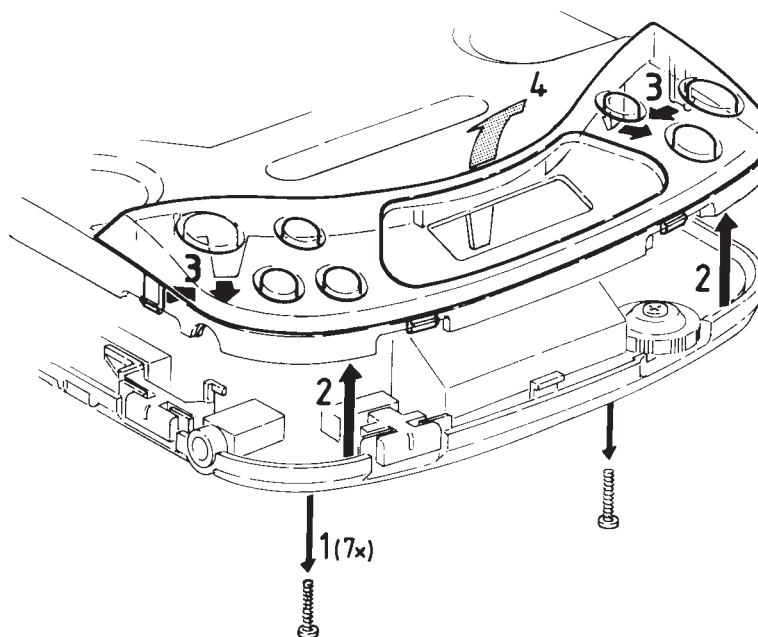

Fig. 2
2. Gehäuse entfernen (Fig. 2)
- Gehäuse abnehmen (2).
2. Removing the Cabinet (Fig. 2)
- Lift the cabinet (2).
3. Frontblende entfernen (Fig. 2)
- Frontblende abnehmen (4).
3. Removing the Front panel (Fig. 2)
- Loose the 5 snaps of the front panel (3).
- Lift the front panel (4).